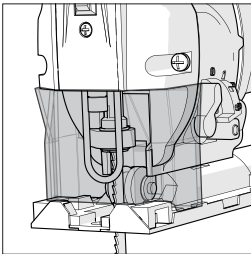

Fig. 9
- La protección frontal (Fig. 9) se engancha por encima de la parte frontal de la máquina, debajo de la guía láser y delante de la protección de la hoja de acero.